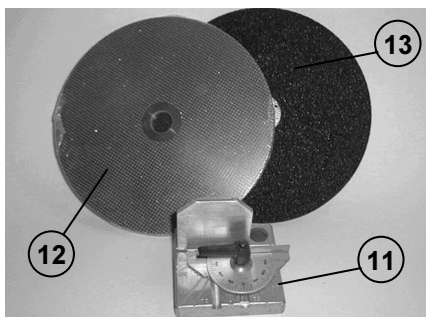

Fig. 4
El plato y los respectivos accesorios presentes en el kit (11 de Fig. 4) tienen por objeto permitir la ejecución de escuadrados tanto en horizontal como en vertical.
En Fig. 4 pueden verse los discos diamantados (12) y grano fino (13).